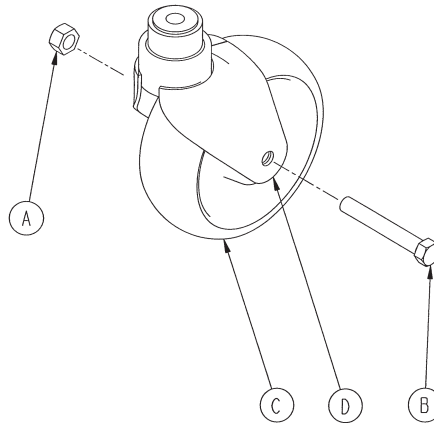

Figure 1 – Entretien des roulettes
2. À l'aide d'une clé mixte de 5/8 po d'une clé mixte de 11/16 po, retirer le contre-écrou (A) du boulon (B) (Figure 1). Conserver le contre-écrou.